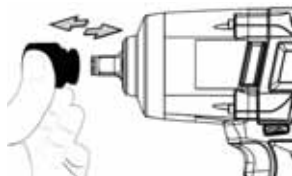

Fig. 1
1. Montera hylsan genom att trycka in den i drivspindeln så långt det går (se fig. 1).